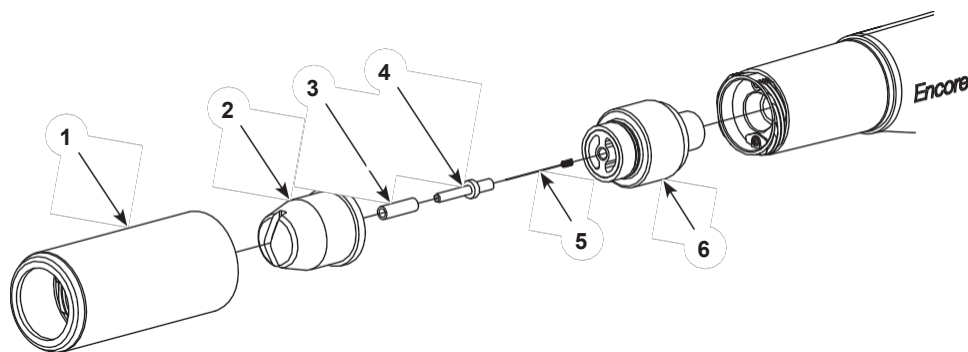

Рисунок 9 Очистка плоской/угловой распылительной форсунки
1. См. рисунок 9. Открутите гайку форсунки (1) против часовой стрелки
2. Снимите гайку сопла (1) и сопло (2) с пистолета-распылителя. Снимите сопло с гайки и очистите оба сопла сжатым воздухом под низким давлением и чистыми салфетками. Замените, если они изношены или повреждены.
4. Осмотрите изнашиваемую втулку (3) и держатель электрода (4). Если один из них изношен или поврежден, замените их на комплект держателя электрода для плоского распыления.
- a. Отвинтите держатель электрода и втулку от узла опоры электрода (6).
- b. Установите новую втулку (3) на новый держатель электрода (4).
- c. Установите электрод (5) в новый держатель, затем вкрутите держатель в узел опоры электрода (6).
6. Установите сопло (2) на опору электрода (4), затем накрутите гайку сопла (1) на корпусе пистолета-распылителя по часовой стрелке до натяжки пальцами.